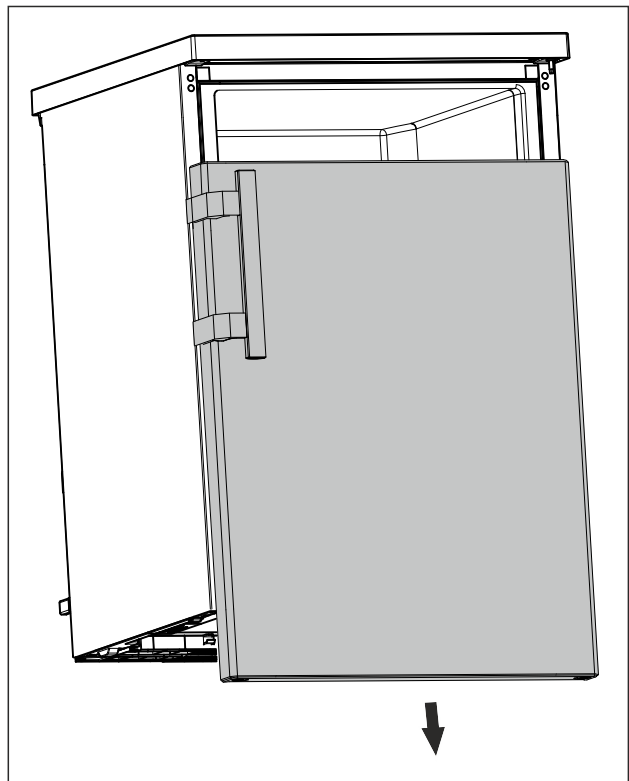

Fig. 16
- ▶ Vegye le lefelé az ajtót. (lásd Fig. 16)